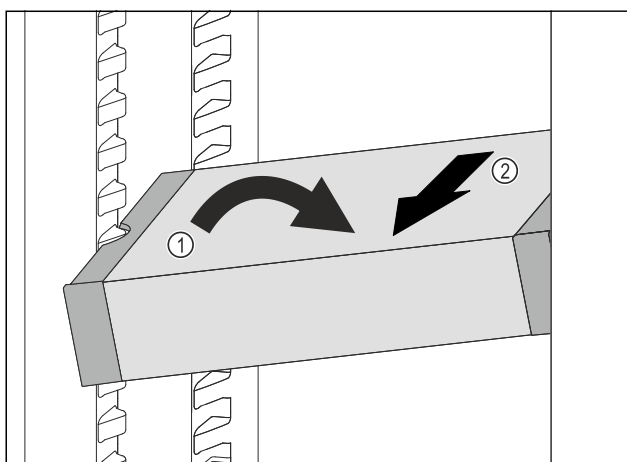

Fig. 146
- VarioSafe im Kühlteil schräg stellen. Fig. 146 (1)
- VarioSafe nach vorne entnehmen. Fig. 146 (2)